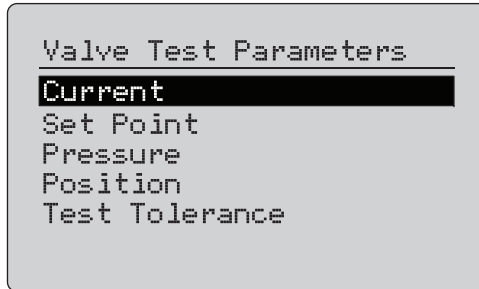

Figure 57. Valve Tests (Tests des valves)
1. Dans le menu de configuration du calibrateur (voir Figure 9), sélectionnez **Valve Test Parameters** (Paramètres des Tests des valves) pour passer en revue le mappage des variables. Voir la Figure 57.